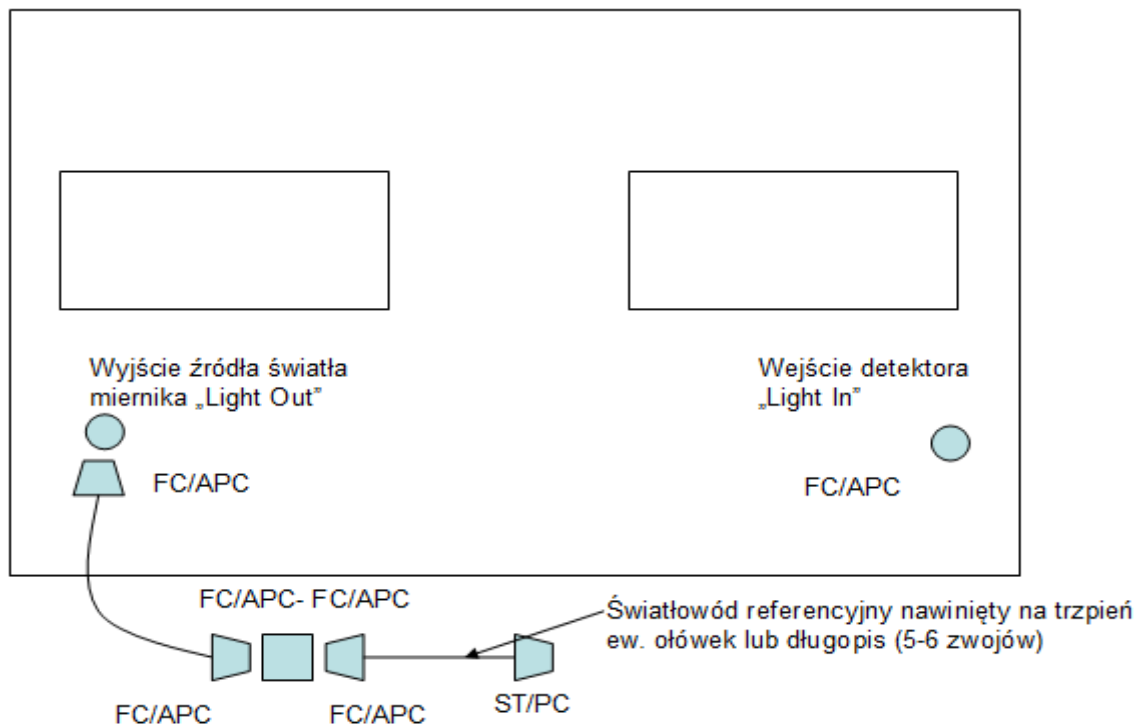

Rys.1 Kalibracja miernika przy pomiarze IL
4. Połączyć włókna przy pomocy złączek wg Rys.1. **Czoła światłowodów powinny zostać obejrzone przy pomocy mikroskopu. Widoczne zanieczyszczenia należy usunąć przy pomocy chusteczki nasączonej alkoholem. W szczególności dotyczy to końcówek połączonych z wejściem lub wyjściem miernika!**